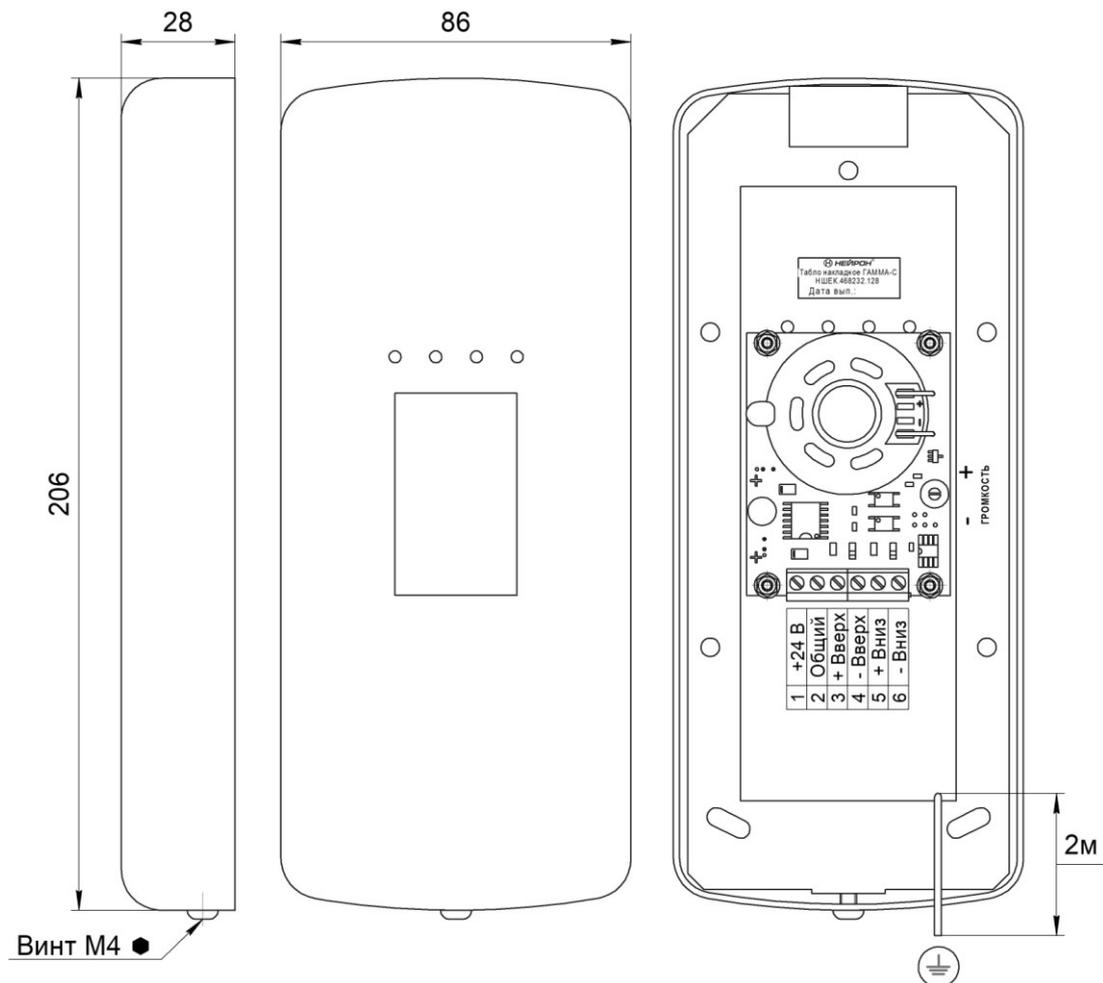

Рис.1. Габаритные и установочные размеры Табло накладное «Гамма-С» НШЕК.468232.128
4.1.3 Подключить в соответствии с таблицами 1 и 2 в зависимости от станции управления лифтом (ШУЛМ, УЛ или УКЛ). Назначение контактов разъема показано на рис.1.